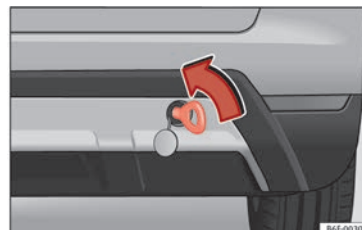

Fig. 108 Paraurti posteriore destro: occhiello di traino avvitato.
- Avvitare l'occhio di traino fino in fondo alla filettatura »» **fig. 108** e serrarlo aiutandosi con la chiave della ruota.